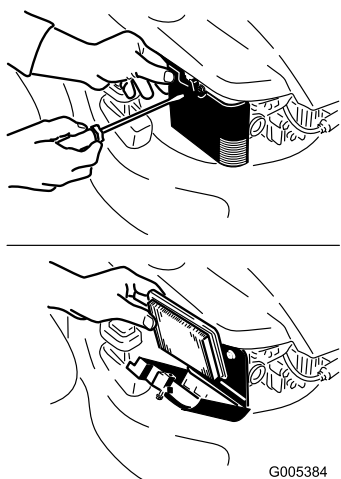

Рисунок 22
2. Откройте крышку воздушного фильтра и извлеките старый воздушный фильтр (Рисунок 22).